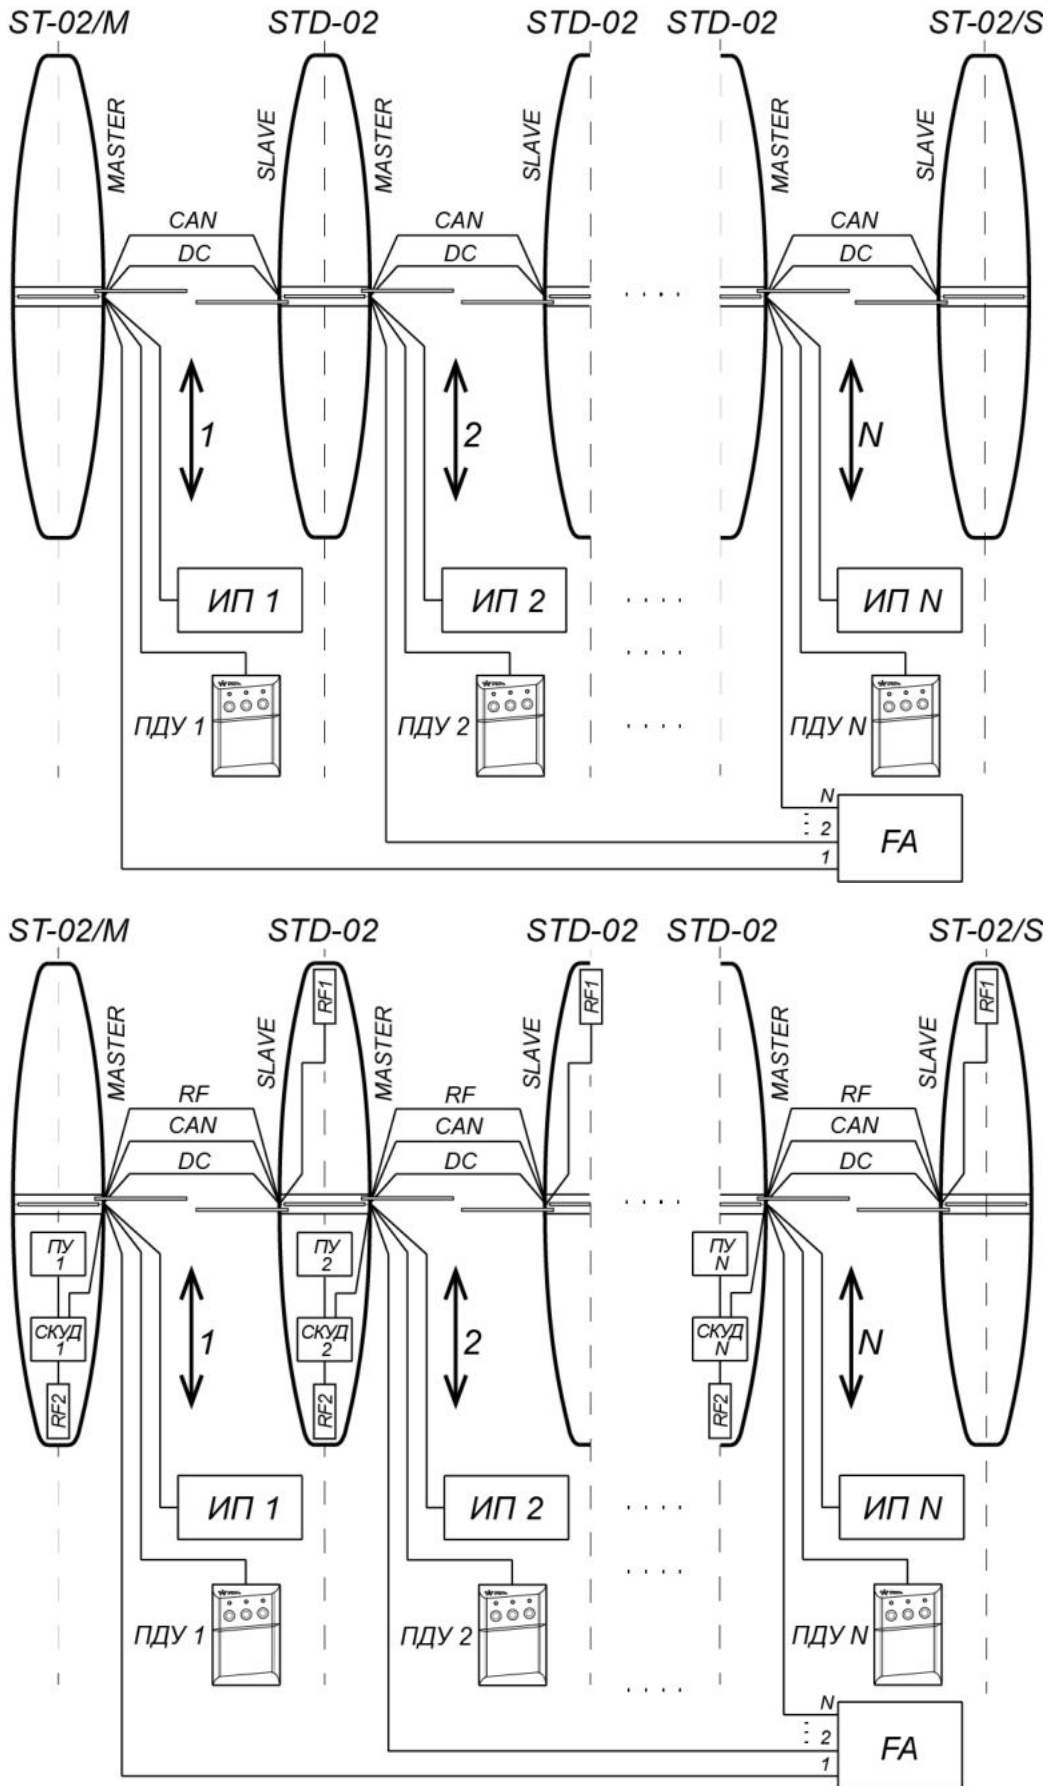
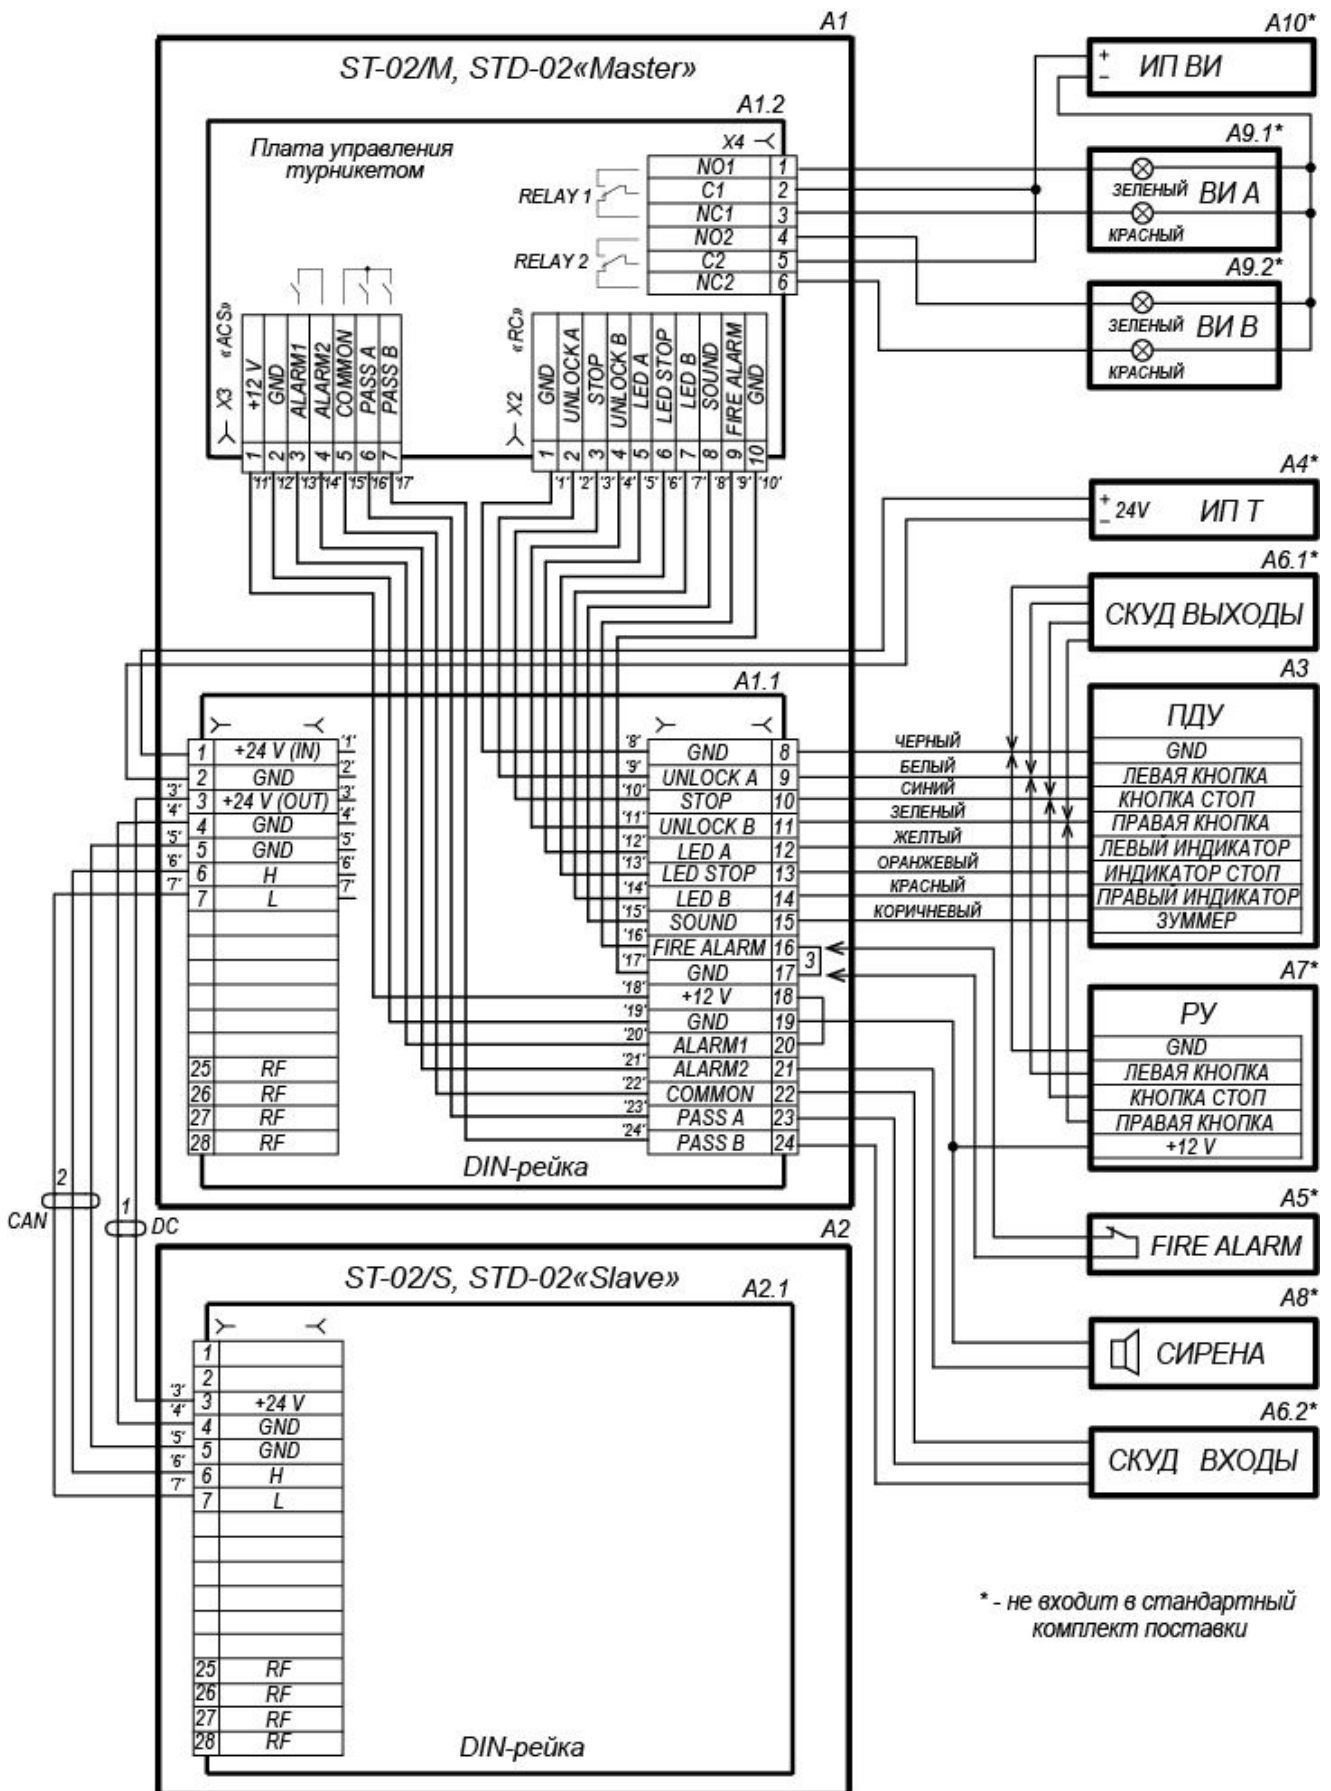
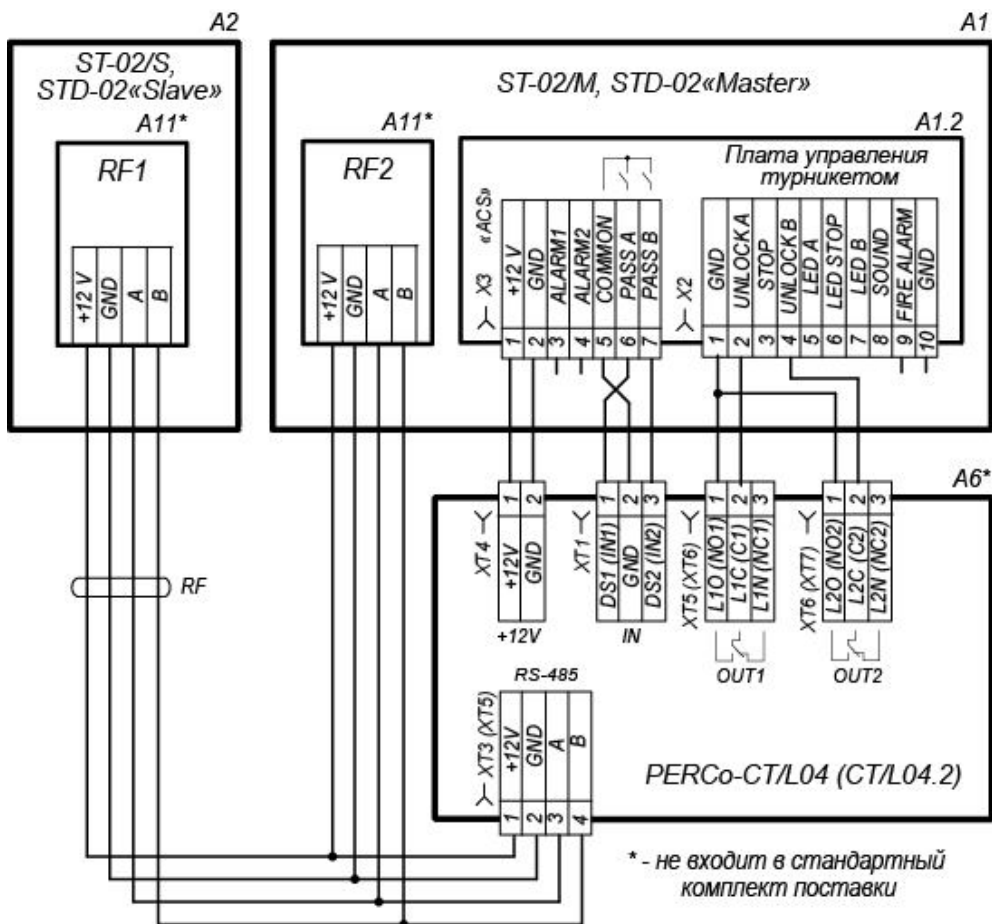

Рисунок 16. Схемы соединений турникета PERCo-ST-02 и двусторонних секций PERCo-STD-02 для организации проходной с несколькими (N) зонами прохода
Рисунок 17. Схема электрических соединений турникета
Рисунок 18. Вариант подключения к турникету контроллера СКУД *PERCo-CT/L04*
- каналы, соединяющие отверстия для ввода кабелей противоположных секций (сторон двусторонней секции) одной зоны прохода – для подводки соединительных кабелей DC (9) и CAN (10)¹, а также по необходимости при установке встроенных в турникет считывателей – кабель для соединения считывателя из секции *Slave* с контроллером СКУД (кабель RF на схемах на рис. 16 и рис. 18).
17. Выньте изнутри каждой секции (стороны секции) и подключите внешние соединительные кабели к выносной колодке подключения согласно схеме электрических соединений турникета (см. рис. 17). Вставьте и закрепите на место выносную колодку. Аккуратно уложите подсоединенные к ней кабели внутри корпуса секции.
Для удобства входы и выходы встраиваемого в турникет контроллера СКУД могут подключаться не к контактам DIN-рейки, как показано на схеме (рис. 17), а непосредственно к соответствующим им контактам платы управления (разъемы **X2** и **X3**, рис. 6). Вариант схемы подключения представлен на рис. 18.